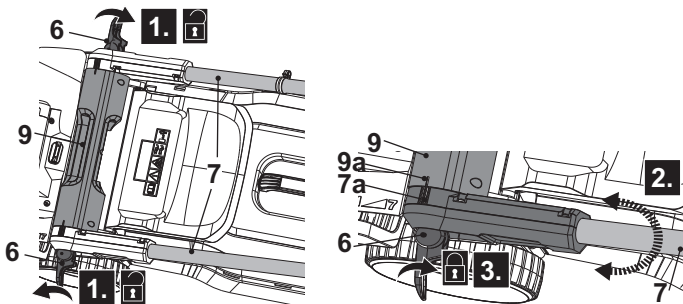

Fig. 10
1. Abra y afloje las palancas de sujeción (6) en sentido contrario a las agujas del reloj en los manillares inferiores (7), pero no las retire (Fig. 10, paso 1).
2. Sujete y gire suavemente el conjunto del mango hasta la posición deseada alineando la línea de indicación (7a) con el indicador (9a) del asa de transporte (9) (Fig. 10 paso 2). Asegúrese de que el conjunto del mango esté montado a la misma altura en ambos lados.
3. Asegure el conjunto del mango plegando la palanca de sujeción (6) hacia el asa de transporte (9). Si la palanca de sujeción (6) no se puede doblar, aflójela y vuelva a doblarla. Si está demasiado floja, apriétela girando la palanca de sujeción (6) en el sentido de las agujas del reloj (Fig. 10, paso 3).